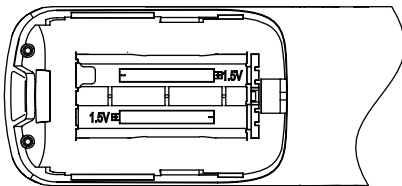

Abbildung 2.8
3) Nehmen Sie die alten Batterien heraus. Legen Sie die neuen AAA-Batterien ein und achten Sie dabei auf den positiven und negativen Pol (siehe Abbildung 2.8). Schließen Sie die Abdeckung.